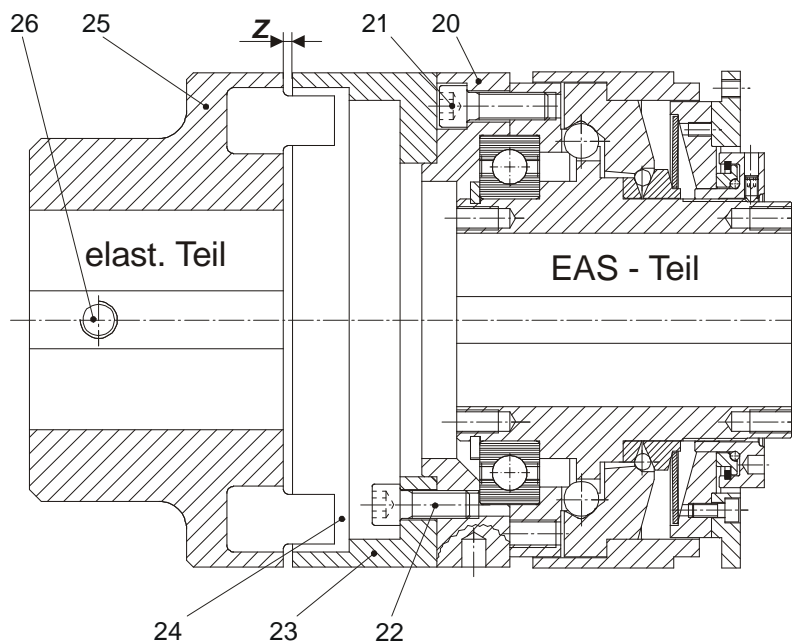

Bild 3
Bei EAS[®]-compact[®] mit Passfedernut muss die Kupplung nach dem Aufziehen auf die Welle axial fixiert werden, z. B. mit einem Pressdeckel und einer Schraube, eingedreht in das Zentriergewinde der Welle (EAS[®]-seitig) und/oder einem Gewindestift (Stellschraube (26), lastic-seitig siehe Bild 3).